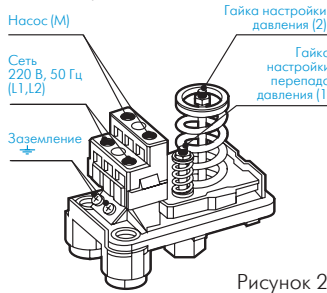

Рисунок 2
Электромонтажные работы, установку розеток, предохранителей, их подключение к питающей электросети и заземление должен выполнять электрик в строгом соответствии с «Правилами технической эксплуатации электроустановок потребителей» и «Правилами техники безопасности при эксплуатации электроустановок потребителей». Электрическое подключение осуществляется следующим образом (см. рисунок 2):
- Регулировка давления РДМ-5 осуществляется гайкой (2), фиксирующей положение пружины (см. рис. 2).